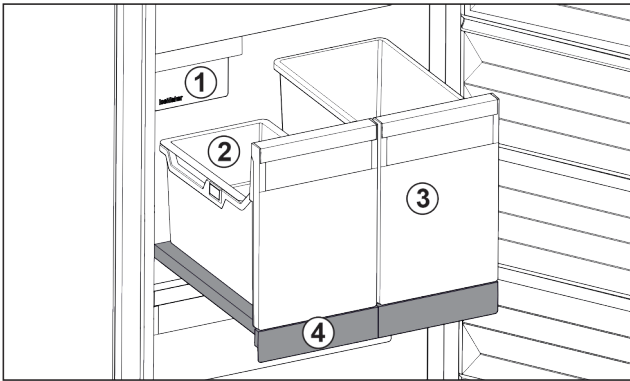

Fig. 50 Uitschuifplateau met IceTower
- (1) IceMaker
- (2) Inhangschalen voor ijsblokjes
- (3) Bakken voor bijv. pizza, alcoholische dranken
- (4) Uitschuifplateau
Op het uitschuifplateau bevinden zich twee hoge bakken (IceTower). In de bak Fig. 50 (2) worden ijsblokjes uit de IceMaker verzameld en bewaard. Bak Fig. 50 (3) is geschikt voor het bewaren van hoge levensmiddelen zoals pizza's of alcoholische dranken.